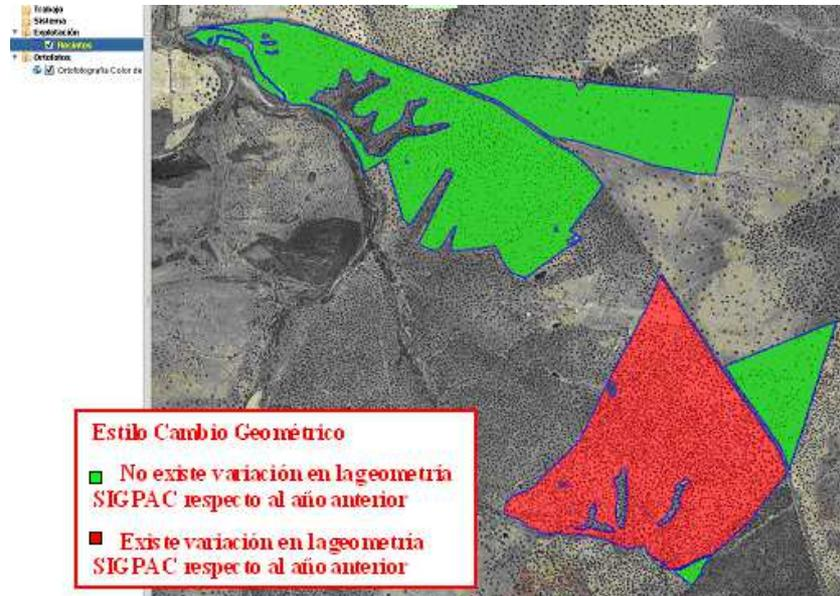

Fig. 55
- **Cambio geométrico:** con la aplicación del estilo Cambio Geométrico, se muestran en color rojo los recintos cuya geometría del SigPac ha variado con respecto a la que tenía en el año anterior, y en verde, los que no han sufrido variación (Fig. 55).